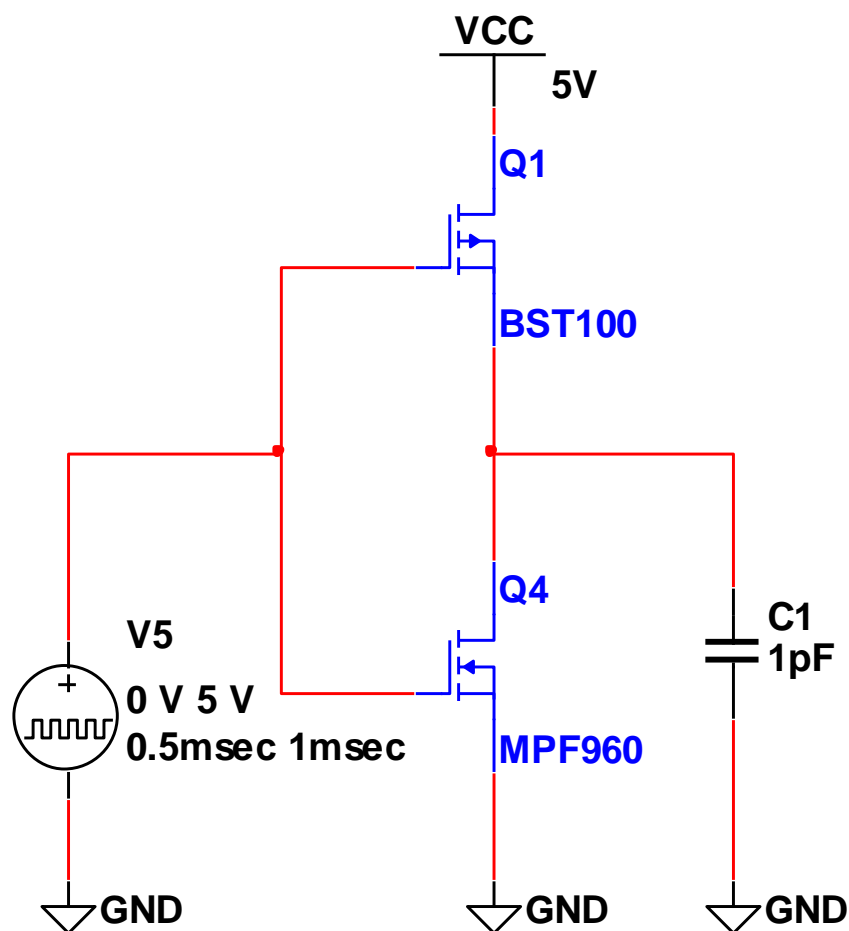

Рис. 8.2.2
- 1.1. Собрать схему КМОП-инвертора (рис. 8.2.2).